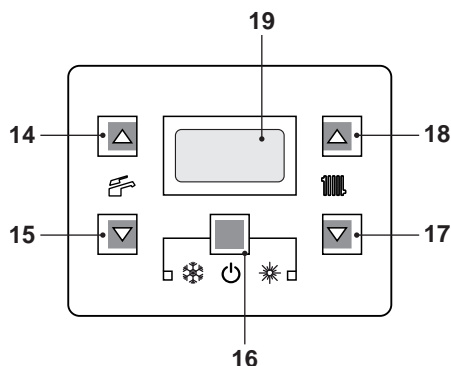

Figura 6.6
- Tenere premuto per 2 secondi il tasto 16 fino a far apparire sul display entrambe i simboli  e  (Figura 6.6).
- Spegner la caldaia tenendo premuto per 2 secondi il tasto 16(Figura 6.6)fino a far apparire sul display LCD il simbolo  (Figura 6.5).